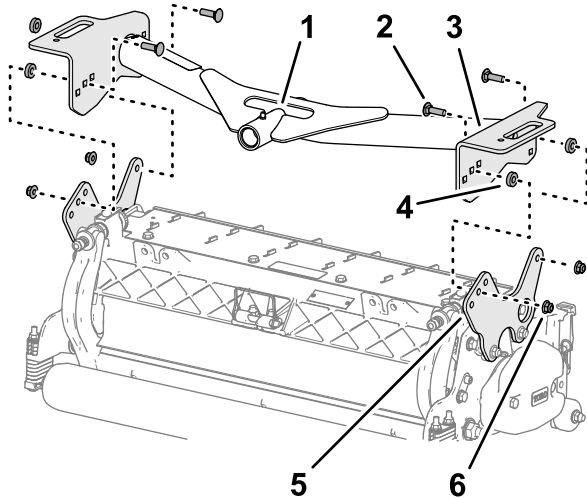

Figure 19
- Alignez les trous dans les plaques du bâti porteur avant sur les trous des plaques de montage de l'unité de coupe (Figure 19).
- Placez une rondelle entre la plaque du bâti porteur et la plaque de montage (Figure 19), et fixez légèrement les plaques et l'entretoise avec un boulon de carrosserie ( $\frac{3}{8}$  x  $1\frac{1}{4}$  po), une rondelle et un contre-écrou à embase ( $\frac{3}{8}$  po).